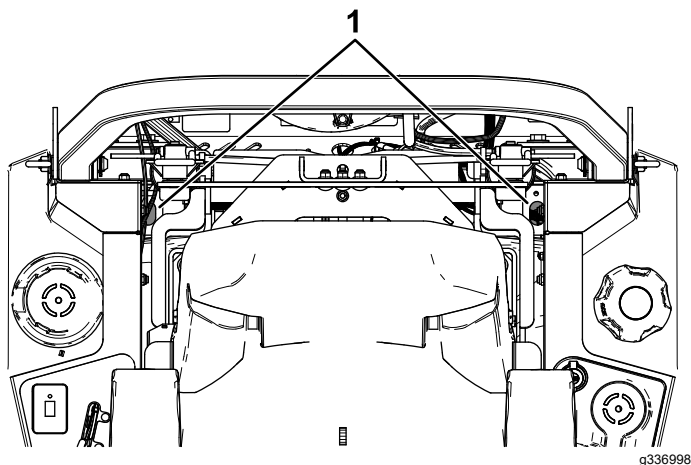

Figure 84
- **Transmisiones hidrostáticas ZT 4400:** utilice una extensión y una llave de vaso de 7/16" para acceder al tapón de ventilación desde la parte superior de la máquina a través de los orificios situados cerca de los soportes de la barra antivuelco (Figure 84).